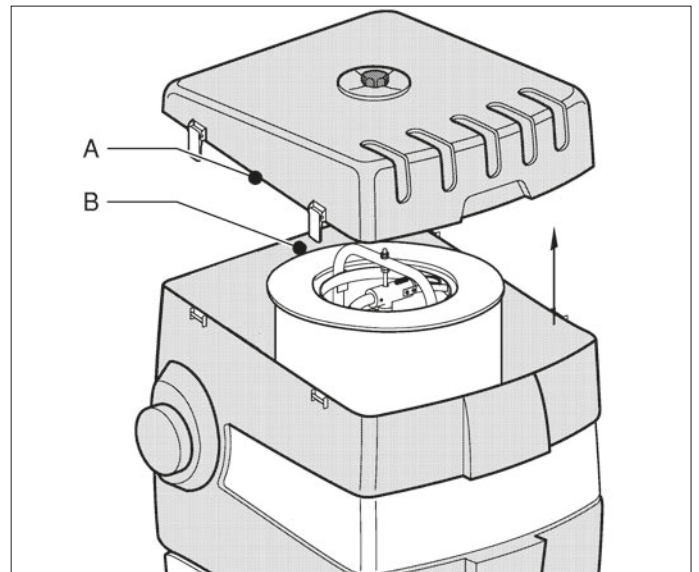

Fig. 6.1
- Retirez l'enveloppe de filtre (Fig. 6.1 A) en desserrant le bouton étoile et en ouvrant les clips de fermeture.
- Retirez le filtre (Fig. 6.1 B). Il est toutefois recommandé de nettoyer le compartiment du filtre au moyen d'un aspirateur industriel.